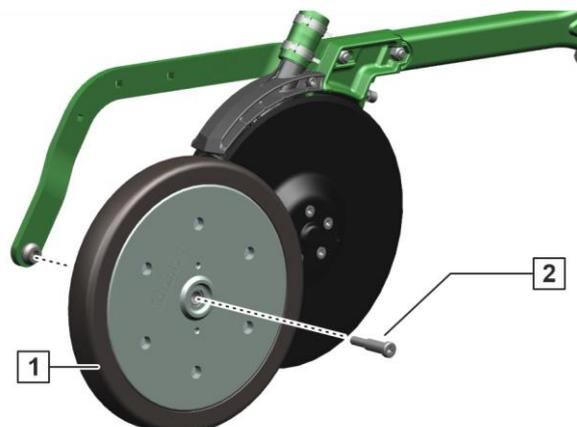

Fig. 498
1. Achse (Fig. 498/2) abschrauben.
2. Andruckrolle (Fig. 498/2) ersetzen.